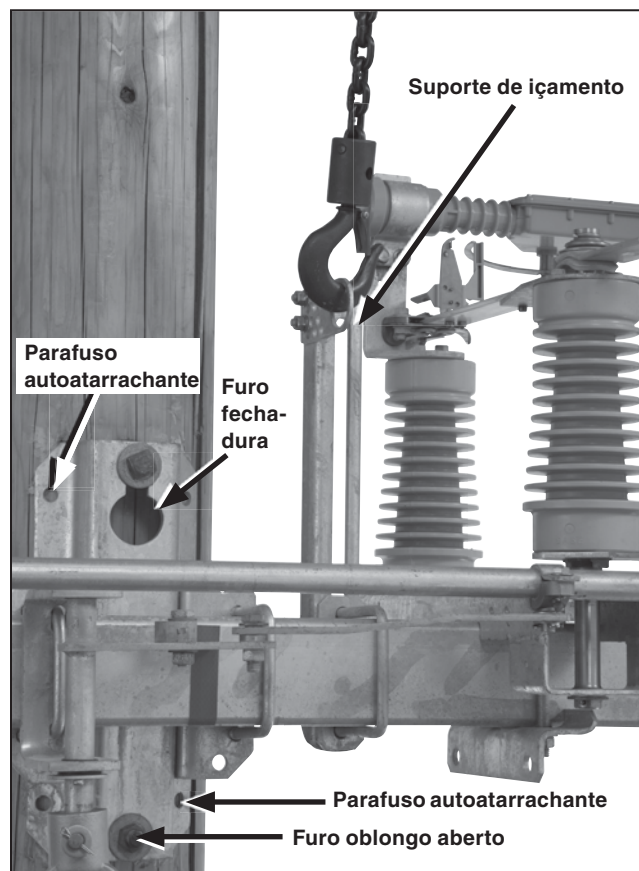
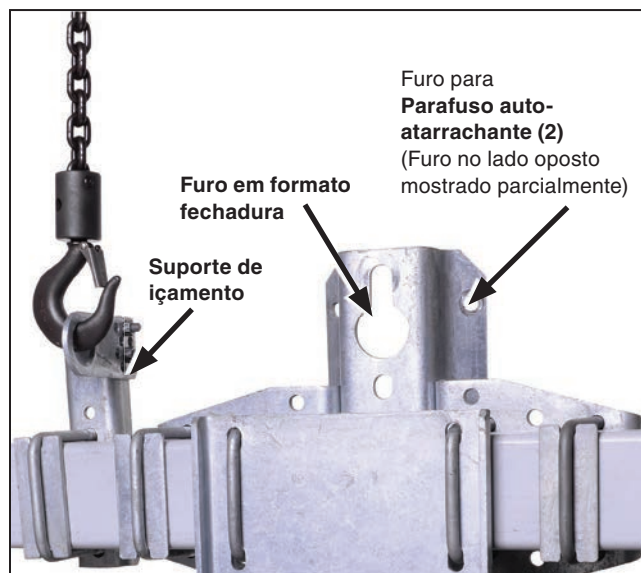

Figura 2. Içamento da Chave Omni-Rupter de configuração de montagem horizontal até a posição.
Figura 3. içamento da Chave Omni-Rupter de configuração de montagem invertida até a posição.
Chaves nas configurações de montagem horizontal e invertida: As chaves nas configurações de montagem horizontal e horizontal com distância extra do poste, como também as de configuração de montagem invertida, são providas com um suporte de içamento único integrado à base da chave de forma permanente. Ver Figura 2 na página 10 e Figura 3 na página 11.
PASSO 3. As chaves na configuração de montagem horizontal são providas de um suporte de içamento retrátil, afixado de forma permanente em um ponto único na base da chave. Ver Figura 2.
- (c) Levante a chave conforme mostrado na Figura 2 até o início de esticamento das correias de içamento.
- (h) Aperte com firmeza os parafusos passantes. Instale os dois parafusos autoatarrachantes de ½ polegada diagonalmente entre si na parte frontal do suporte de montagem. Ver Figura 2.
PASSO 3. As chaves na configuração de montagem invertida são providas com um suporte de içamento único montado de forma permanente na base da chave. Ver Figura 3. Para instalar a chave no poste:
- (c) Levante a chave conforme mostrado na Figura 3 até o início do esticamento das correias de içamento.
- (h) Aperte com firmeza os parafusos passantes. Instale os dois parafusos autoatarrachantes de ½ polegada diagonalmente entre si na parte frontal do suporte de montagem. Ver Figura 3.